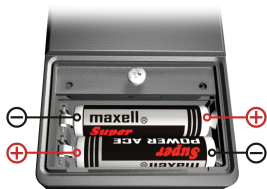

Рис. 4 – схема установки батарей в корпус изделия
1.4.8 Питание изделия осуществляется от двух батарей AAA или аккумуляторов того же типоразмера. Схема установки батарей в корпус показана на дне отсека питания, а также на Рис. 4.
- установить, соблюдая полярность (Рис. 4) элементы питания;